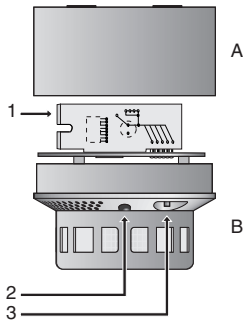

Abb. 1
- Den Gaswächter (Abb. 1, B) durch Drehen nach links aus dem Sockel (A) nehmen.